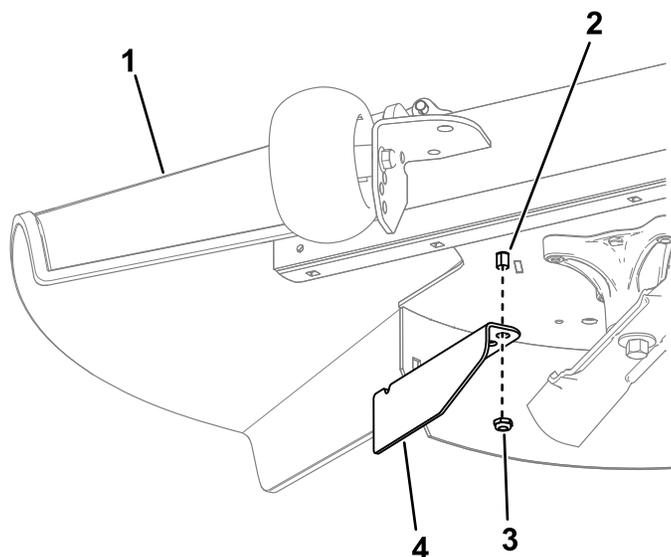

図 15
11. 外したナットを使ってカットオフバッフルをデフレクタのロッドに取り付けるバッフルの外側の穴を使用する 図 15。
10. 刈り込みデッキの下にあるデフレクタのロッドからナットを外す 図 15。